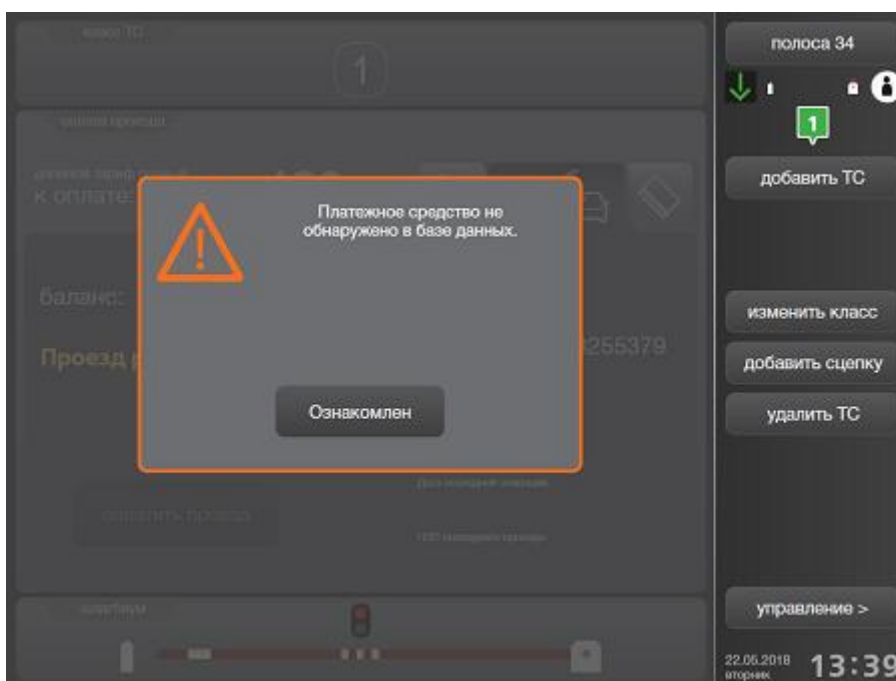

Рисунок 98. Оплата проезда по БСК невозможна (карта отсутствует в белом списке)
- Номер карты отсутствует в белом списке (рис. 98);